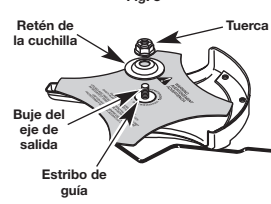

Fig. 9
4. Coloque la cuchilla de corte en el buje del eje de salida (Fig. 9).
5. Verifique que la cuchilla de corte esté centrada en el estribo de guía y quede plana contra el buje del eje de salida (Fig. 9).
4. Saque la tuerca, el retén de la cuchilla y la cuchilla (Fig. 9). Guarde la tuerca y la cuchilla juntas en un lugar seguro para su uso futuro. Guarde fuera del alcance de los niños.